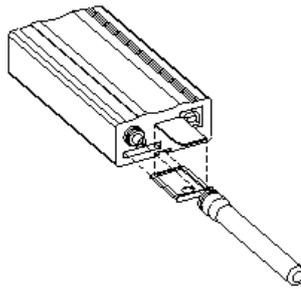

图2-23 安装 SIM 卡和天线
g) 使用电池模块自带电源线及通讯线按照图 2-23 将电池连接，图中实线是电源线，虚线是通讯线，连接之后使用一字螺丝刀将电源线放松螺钉拧紧。
- 2) 按照图 2-23 所示安装 SIM 卡及短信猫天线；